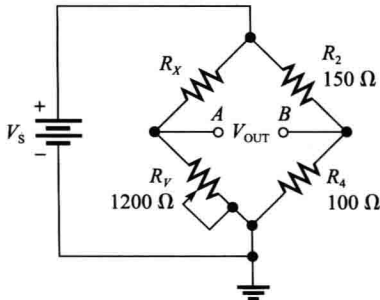

图 6-36
【例 6-13】 试确定图 6-36 所示平衡电桥中 R_X 的值, 当 R_V 置于 1200Ω 时电桥平衡 ($V_{OUT} = 0$)。
相关问题：如果在图 6-36 中 R_V 必须调到 $2.2\text{k}\Omega$ 电桥才平衡，试问 R_X 为多少？
3. 当 $R_V = 3.3\text{k}\Omega$ 、 $R_2 = 10\text{k}\Omega$ 、 $R_4 = 2.2\text{k}\Omega$ 时，试问图 6-36 中的未知电阻为多大？